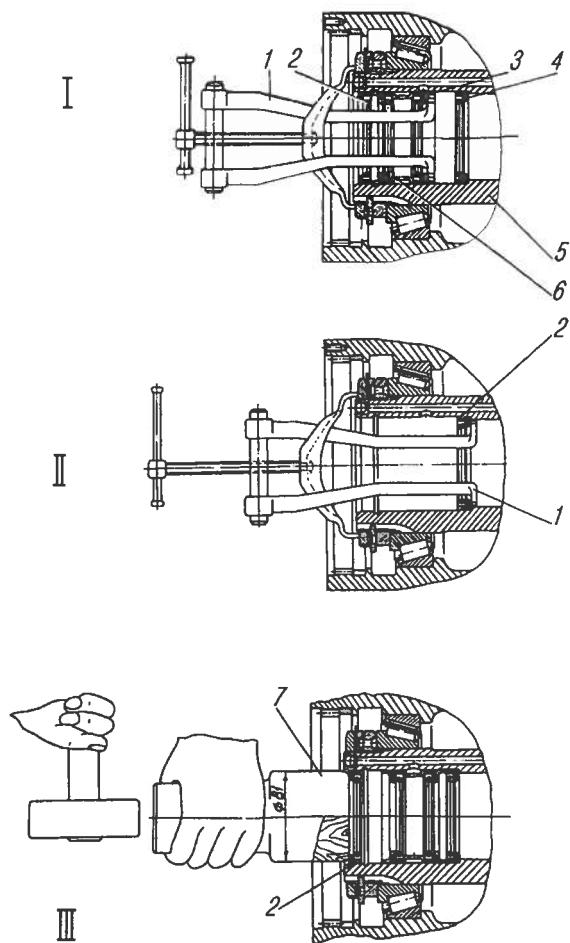

Рис. 51. Демонтаж (I, II) и установка (III) деталей блока манжет подвода воздуха:
**Блок манжет 2 подвода воздуха** (рис. 51) состоит из четырех манжет, установленных в цапфе (кожухе) моста. Манжеты обеспечивают герметичность соединения каналов неподвижной цапфы (кожуха) и каналов вращающейся полуоси.
Монтировать манжеты специальной оправкой (положение III на рис. 51), исключающей возможность их повреждения при запрессовке. Демонтировать манжеты специальным съемником (положения I и II).